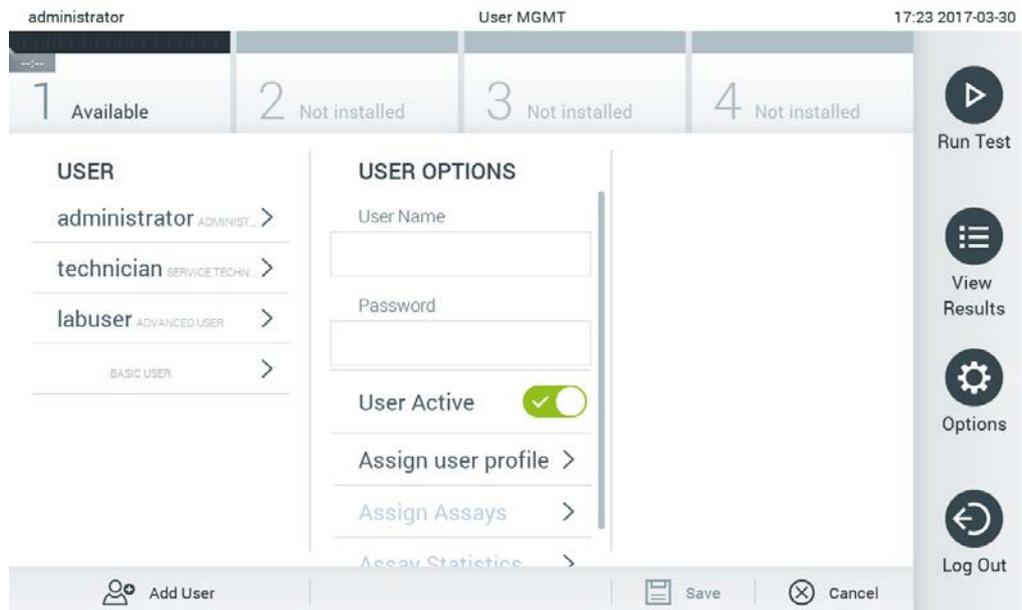

Figura 57. Adición de un usuario nuevo.
1. Pulse el botón Options (Opciones) y, a continuación, el botón User Management (Administración de usuarios) para configurar los usuarios. Aparecerá la pantalla User Management (Administración de usuarios) en la zona de contenido de la pantalla (figura 57).